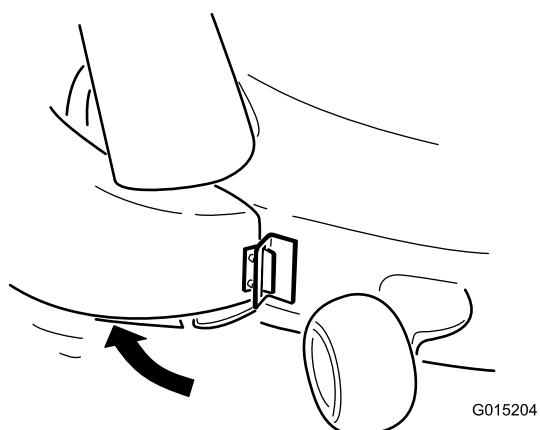

Figura 22
2. Girate indietro la guida di scarico verso il piatto di taglio in modo che sia a paro con quest'ultimo (Figura 22).